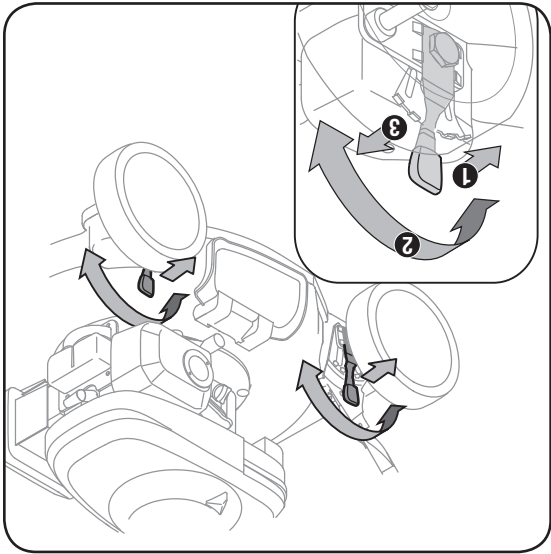

Figure 5
5. Un levier de réglage se trouve sur chacune des roues et permet de modifier la hauteur de coupe de la tondeuse. Pour changer la hauteur de coupe, poussez le levier de réglage des roues vers la roue et déplacez-le vers le haut ou le bas à la hauteur choisie. Voir la Figure 5.